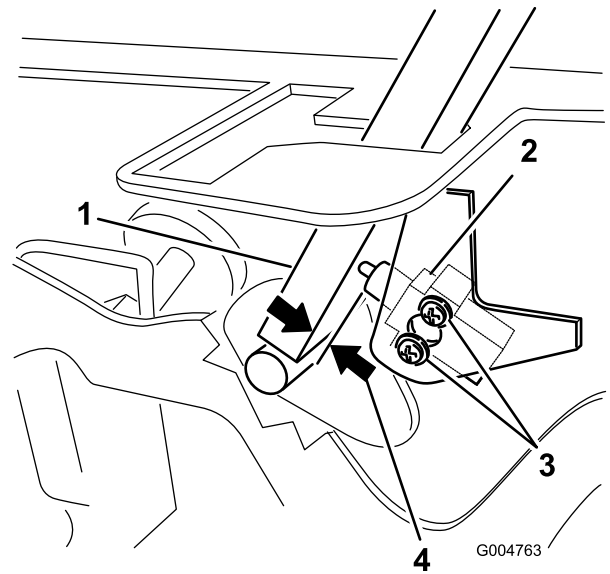

Bild 86
3. Lösen Sie die zwei Schrauben, mit denen der Sicherheitsschalter befestigt ist (Bild 86).
4. Halten Sie den Schaltbügel gegen den Rahmen und schieben den Schalter zum Hebel, bis der Abstand zwischen dem Hebel und dem Schaltergehäuse 0,4 mm bis 1 mm beträgt, wie in Bild 86 abgebildet.